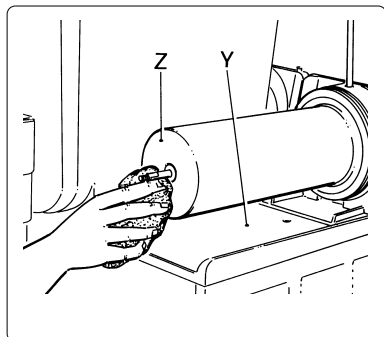

Abb. 15
- e) Sämtliche Bauteile sorgfältig waschen und die Ebene (Y) sowie den Verdampfer (Z) gut reinigen (siehe Abb. 15).